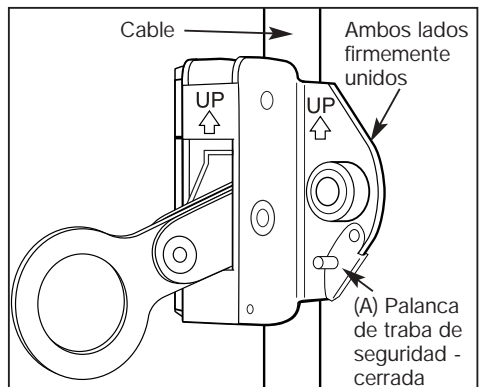

FIGURA 2
- 2.6 Instale el garfiko sobre el cable de seguridad con la flecha orientada hacia arriba en dirección al punto de anclaje (UP). La flecha está estampada en el bastidor del garfiko por encima de la mariposa. (Figura 2)
se muestra en la Figura 2. Confirme en forma visual que el garfiko se encuentra cerrado y que la flecha de dirección está apuntando hacia arriba en dirección al punto de anclaje
2.9 Vuelva a asegurar la palanca de traba de seguridad insertando el perno en las ranuras cortadas en las mitades del bastidor del garfiko. (Figura 2)